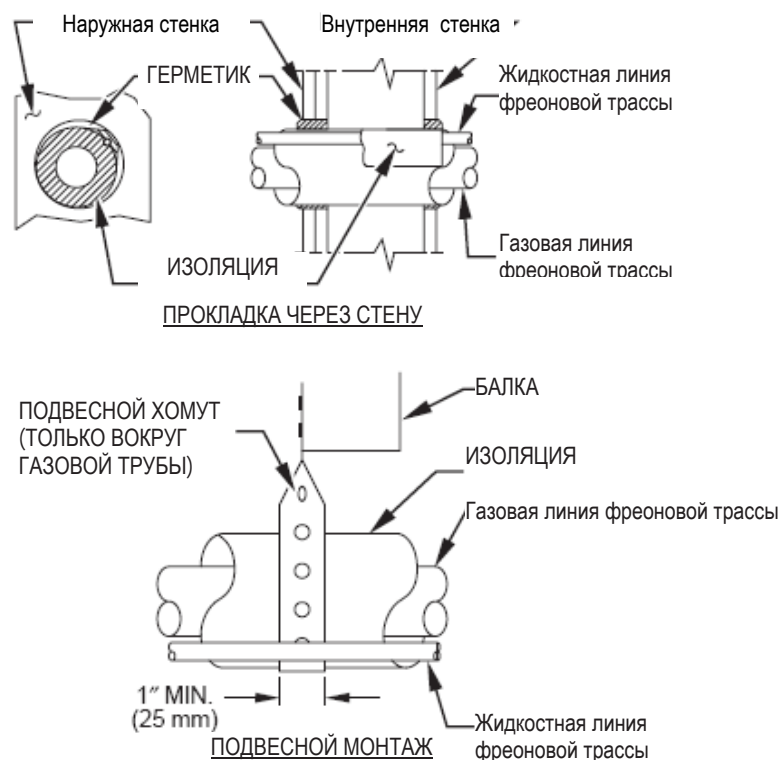

Рис. 1 – Подсоединение фреоновой трассы
5. При прокладке трубопровода для хладагента через стены герметизируйте отверстия герметиком, схватывающимся при комнатной температуре или другим применимым силиконовым герметиком (См. Рис. 1).
7. Не подвешивайте трубопровод для хладагента на балки или каркас при помощи тросов или хомутов, непосредственно соприкасающихся с трубопроводом для хладагента. (См. Рис. 1).
9. При необходимости используйте подвесные хомуты шириной 2,5 см, чтобы обеспечить соответствие форме изоляции, охватывающей трубу (см. Рис. 1).